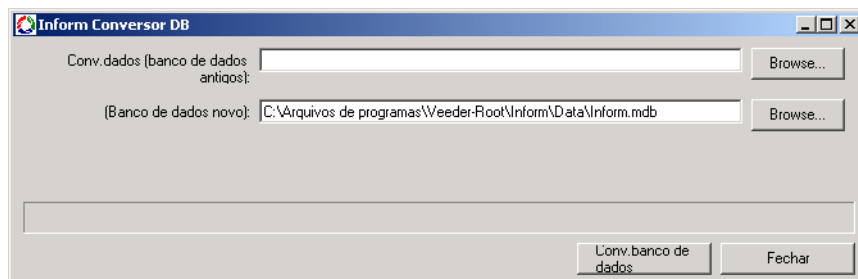

Figura 2. A caixa de diálogo de Conversor de Banco de Dados Inform
2. A caixa de diálogo de Conversor de Banco de Dados Inform aparece (vide figura 2).